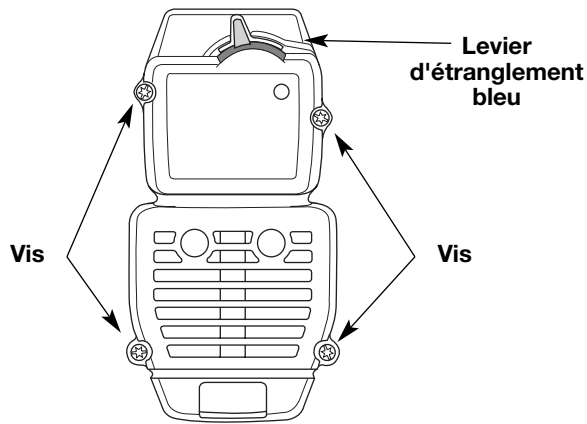

Fig. 24
- Retirez les quatre (4) vis retenant le couvercle du filtre à air/silencieux (Fig. 24). Servez-vous d'un tournevis à lame plate ou à mèche no. 20 Torx.
2. Insérez les quatre (4) vis dans les trous du filtre à air/couvercle du silencieux (Fig. 24) et vissez sans trop serrer.